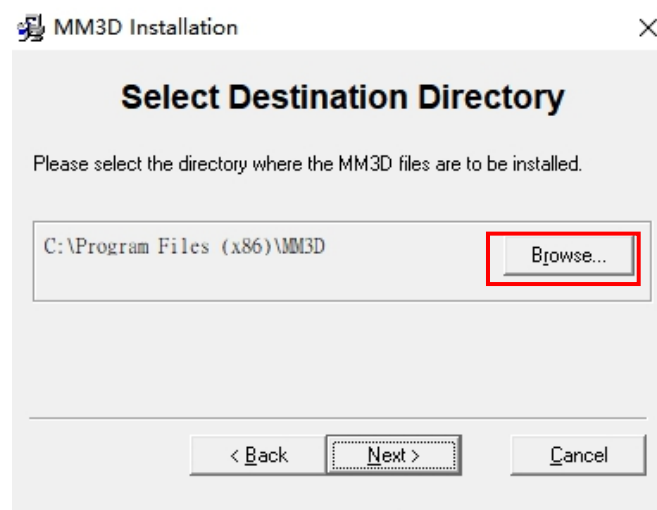
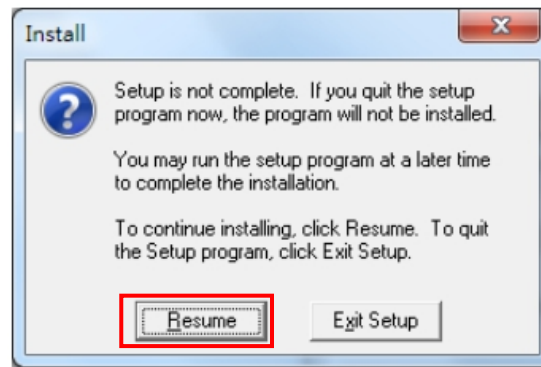

图 1
图 2
- (1) 执行光盘中的「Setup.exe」程序。进入 MM3D 的安装程序后会出现下列画面（以 Win7 64 位系统为例），请按步骤执行安装。
- (2) 选择安装目录，默认为「C:\Program Files (x86)\MM3D」，可点「Browse...」自行变更。选定后按「Next」进行下一步。见下图 1。要取消安装，请点选「Cancel」或对话框右上角  图示。此时会出现如图 2 警告窗口，告知用户尚未安装完毕。如要返回安装，请按「Resume」继续安装。若确定终止安装，请按「Exit Setup」离开安装模式。